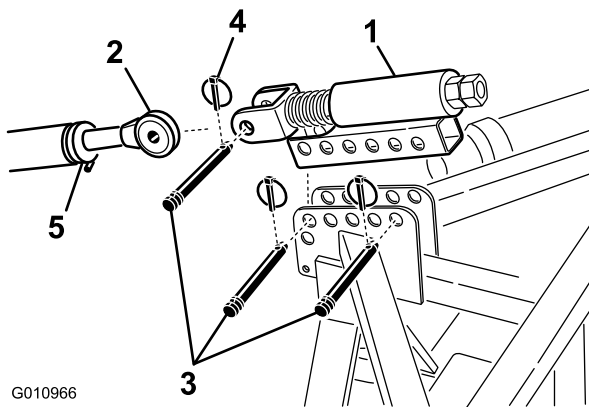

Figure 9
1. Montez le bras de liaison supérieur à ressort sur le support d'aérateur avec deux axes d'articulation et goupilles à anneau (Figure 9)
2. Desserrez le contre-écrou sur la biellette supérieure du tracteur. Réglez longueur de la biellette supérieure jusqu'à ce qu'elle s'aligne avec la chape du bras de liaison supérieur à ressort de l'aérateur (Figure 9).
3. Accouplez la biellette supérieure du tracteur à la chape du bras de liaison supérieur à ressort avec un axe de chape et une goupille à anneau (Figure 9).
6. Tournez la biellette supérieure jusqu'à ce que le ressort soit comprimé d'environ 12,5 mm (Figure 9).